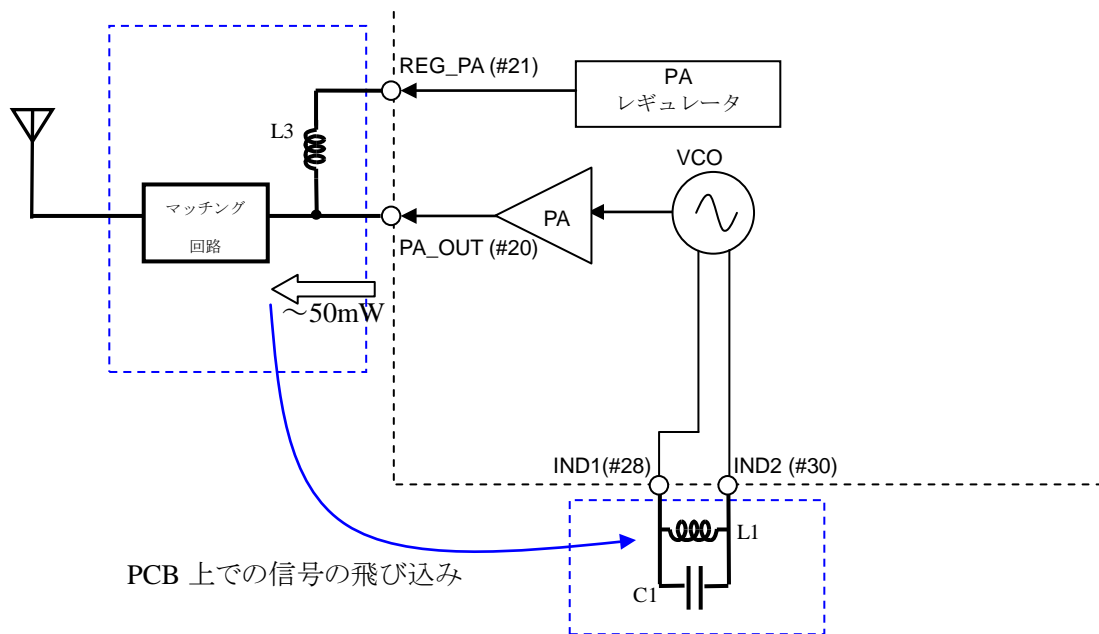

図 4.2.1 VCO タンク回路構成上の注意
2. 図 4.2.1 に示すように、PA_OUT(#20)端子からの出力信号が VCO タンクに混入すると PLL のロック外れが起きることがあります。そのため、以下にご注意ください。